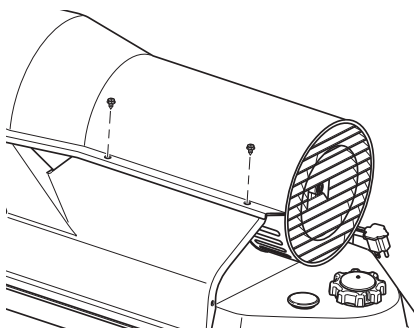

Figura 7 - Desmontaje de la cubierta superior
1. Retire los 8 tornillos ubicados a lo largo del calentador con un destornillador para tuercas de 5/16". Estos tornillos mantienen unidas la cubierta superior y la inferior (consulte la figura 7).
1. Extraiga la cubierta superior (consulte la figura 7).
1. Desmonte la cubierta superior (consulte las figura 7).